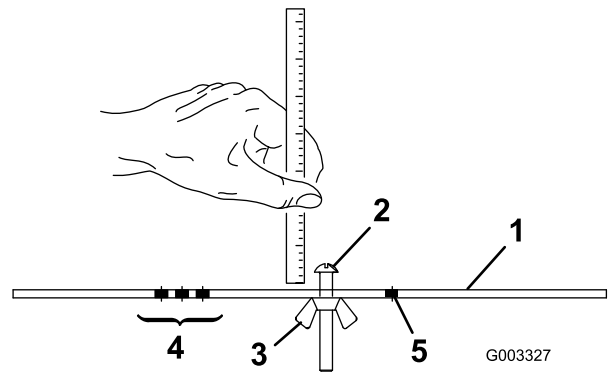

図 19
2. ゲージバー 図 19 のナットをゆるめ、調整ねじを希望の刈り高に合わせるねじの頭の下からバーの表面までの距離が刈り高となる。